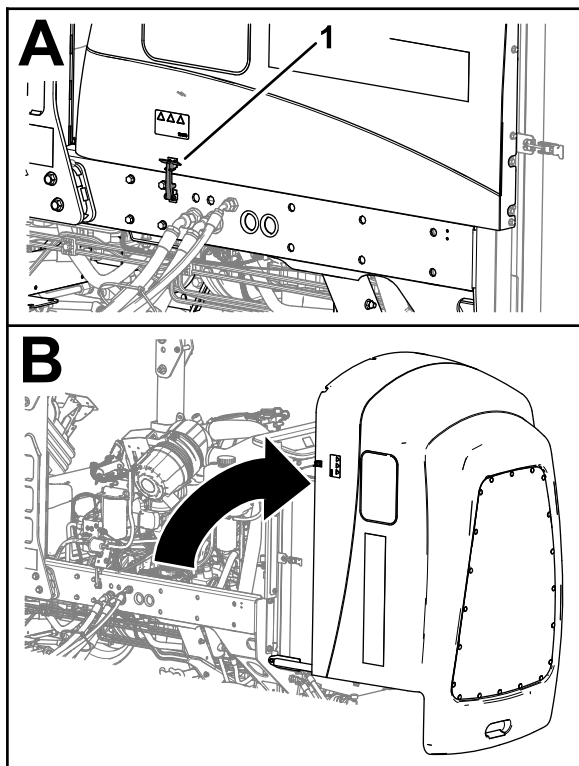

Figure 58
1. Ouvrez les 2 verrous du capot (Figure 58).